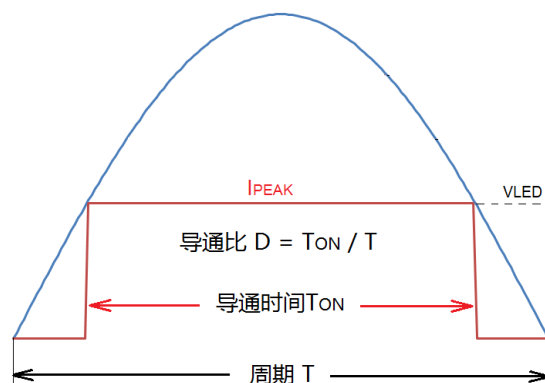

图 2、LED 导通示意图
参考图 2，MT7604 根据母线电压的正弦波变化自动导通 LED 灯串。当母线电压上升，达到 LED 导通电压 V_{LED} 时，LED 灯串点亮。此后，LED 灯串电压保持不变，母线电压继续升高，多余的压降由芯片内部的高压功率管承担；如果母线电压下降，则过程相反。由此可知，设定过高的 LED 电压会使得 LED 利用率低，而设置过低又会降低效率。一般建议在 120VAC 应用场合选择 120V 左右的高压 LED 串；在 220VAC 的场合选择 250V 左右的高压 LED 串。具体可根据实际需求进行调整。
由图 2 可知，MT7604 实际控制的是 LED 导通时的峰值电流。
- 1) 输入整流桥后，没有较大的电解电容。则桥后电压如图 2 所示，有波峰和波谷。在波谷处母线电压低于 LED 导通电压，输出电流为零。当母线电压高于 LED 灯串电压时，输出电流为 I_{PEAK} 。由于输出电流不连续，在实际应用中我们得到的是 LED 灯串的平均电流， I_{LED} ：